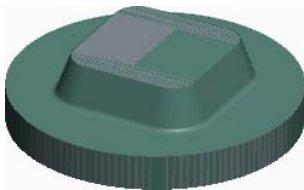

图 3.16.2 制造模型
Step1. 设置工作目录。选择下拉菜单 **文件** → **管理会话 (M)** → **选择工作目录 (C)** 更改工作目录。命令，将工作目录设置至 D:\Creo 2.9\work\ch03\ch03.16。
Step2. 在工具栏中单击“打开”按钮 ，从弹出的“文件打开”对话框中，选取三维零件模型——corner_finish.asm 作为制造零件模型，并将其打开。此时工作区中显示图 3.16.2 所示的制造模型。